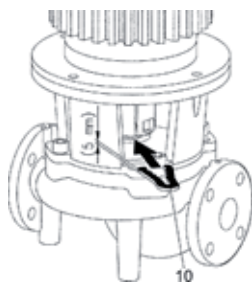

Fig. 14: Colocar o garfo de apoio à montagem
- Colocar o garfo de apoio à montagem (Fig. 14, Pos. 10) entre a lanterna e o acoplamento. O gancho de montagem deve assentar sem folga.